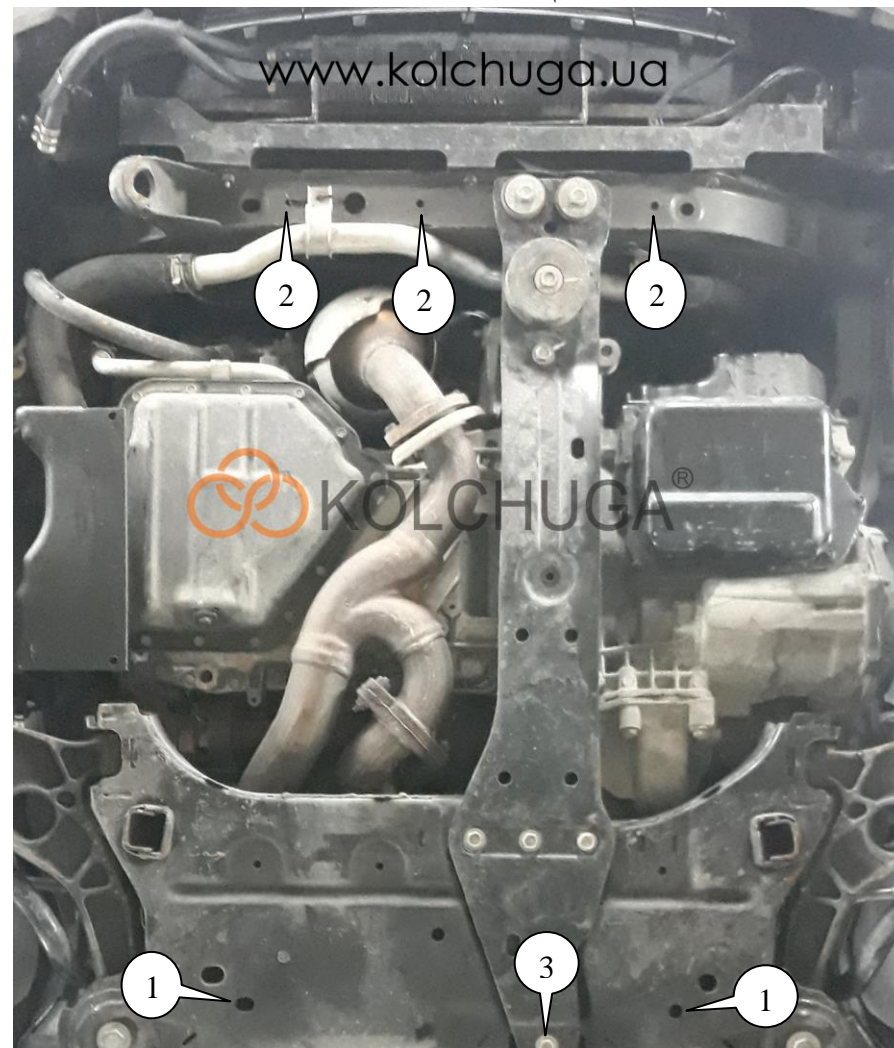

Рис.1
2. Завести планки 9 в отверстия подрамника двигателя поз.1, рис.1 и наживить болты 3, рис.1.
3. Открутить болт крепления продольной балки, рис.1, поз.3.